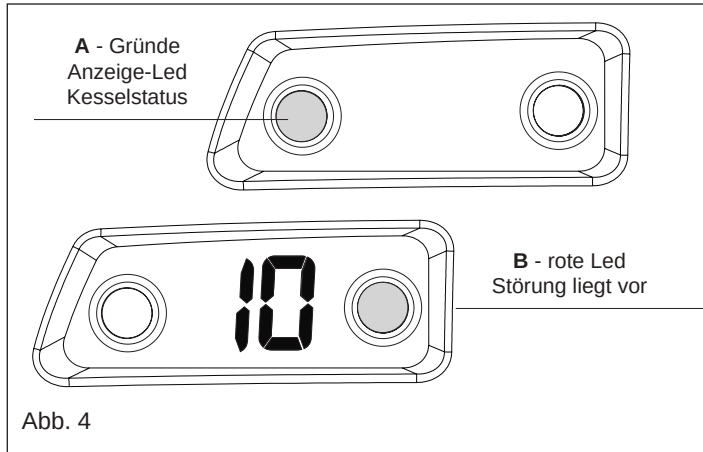

Abb. 4
- Liefert eine Wärmeanfrage vor, springt der Kessel an und die Flamme wird gezündet und die Leuchtanzeige erscheint durchgehend grün (A - Abb. 4).
Sollten Störungen beim Einschalten oder Betrieb auftreten, führt der Kessel eine "Sicherheitsabschaltung" durch: auf der Steuertafel schaltet sich die grüne Led aus, das Display zeigt einen blinkenden Störungscode an und im Fall der Störabschaltung schaltet sich auch die rote Led ein (B - Abb. 4).